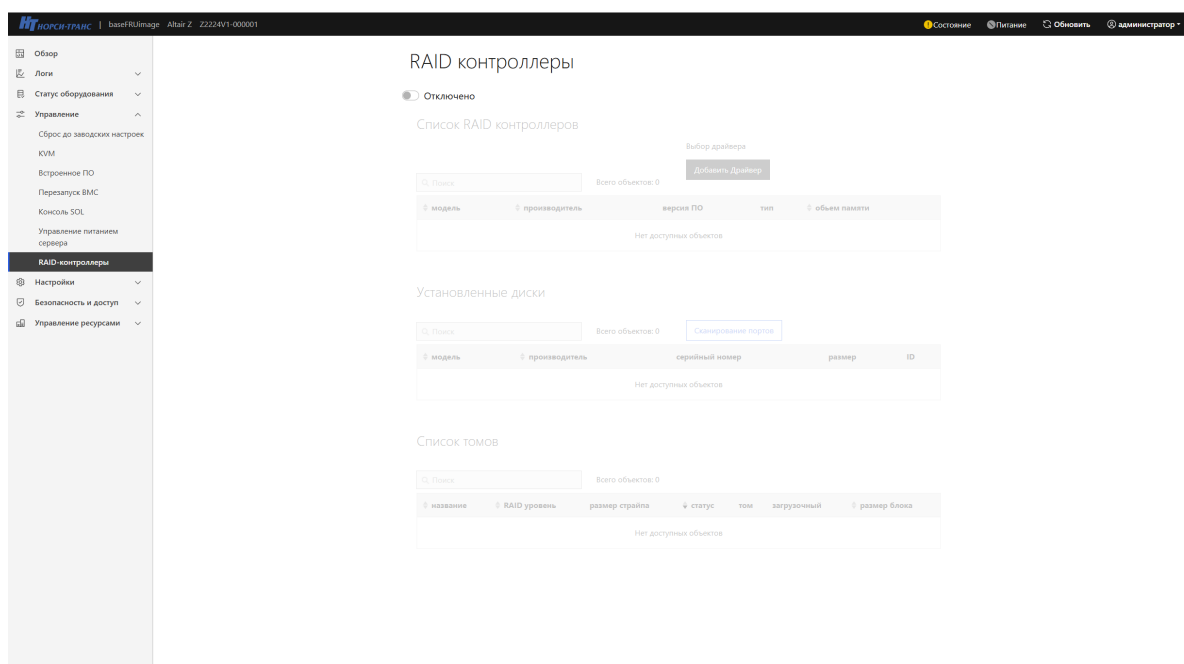

Рис. 53. Окно «RAID контроллеры»
- 7) Пройдите во вкладку «Управление» → «RAID контроллеры» в данной вкладке отображается список подключенных RAID контроллеров. Окно показано на рис. 53 Окно «RAID контроллеры»